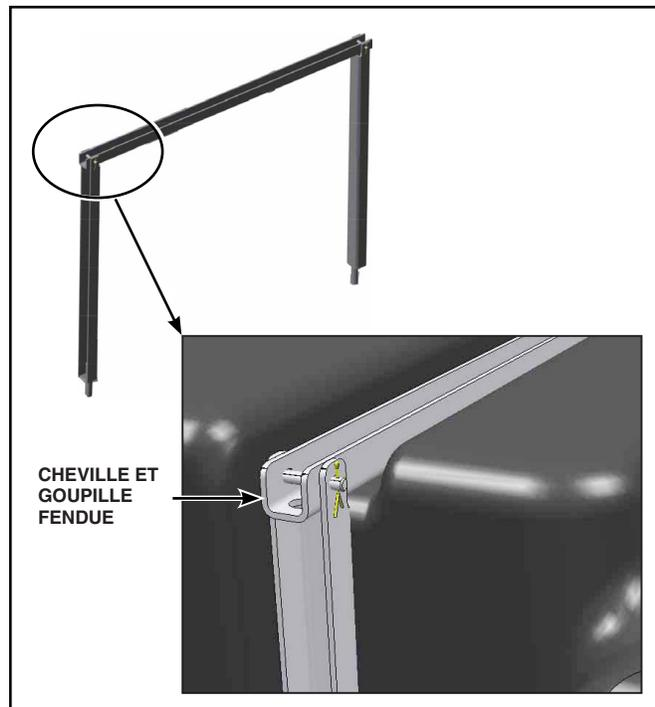

Figure 5 - Installation des profilés avec tige
- g. Fixer les deux profilés avec tige au profilé en U du centre à l'aide de chevilles et de goupilles fendues. Voir Figure 5.